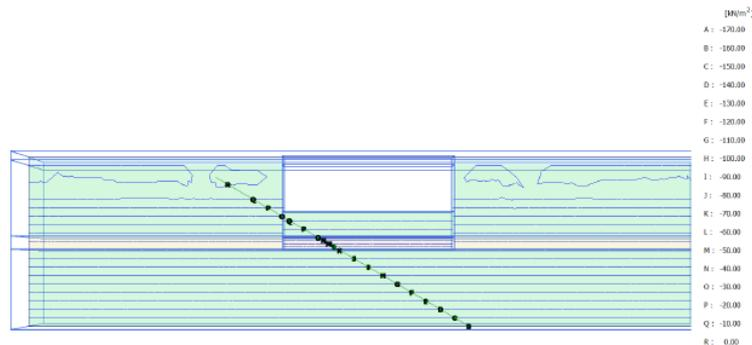

图 3.3 纵向剖面中 Phase_4 的稳态孔隙水压预览
29. 用等值线显示稳态孔隙水压力分布。确保视图菜单中勾选了图例选项。稳态孔隙水压分布如图 3.3 所示。滚动鼠标滚轮缩放图形以便观察。